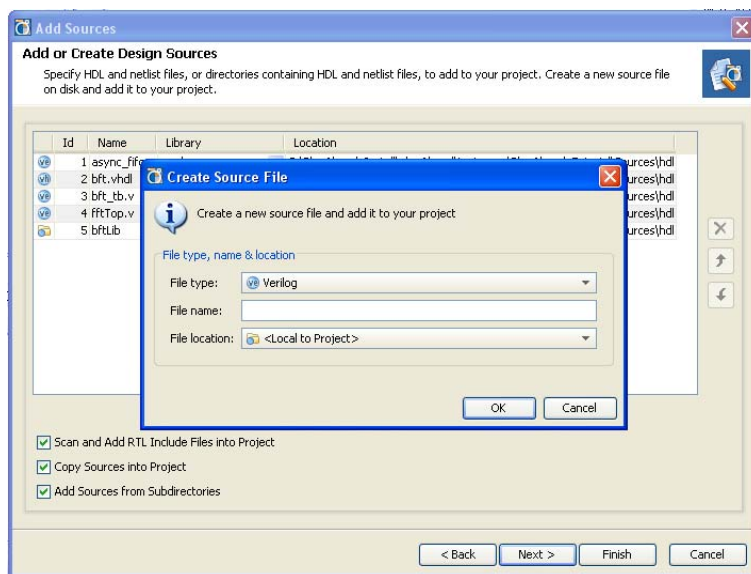

図 3-15 : [Create Source File] ダイアログ ボックス
新規ソース ファイルを作成するには、[Add or Create Design Sources] ページで [Create File] をクリックします。図 3-15 に示す [Create Source File] ダイアログ ボックスが開き、作成するソース ファイルのタイプ、名前、および場所を指定できます。
1. 図 3-15 に示すダイアログ ボックスで次の情報を定義します。